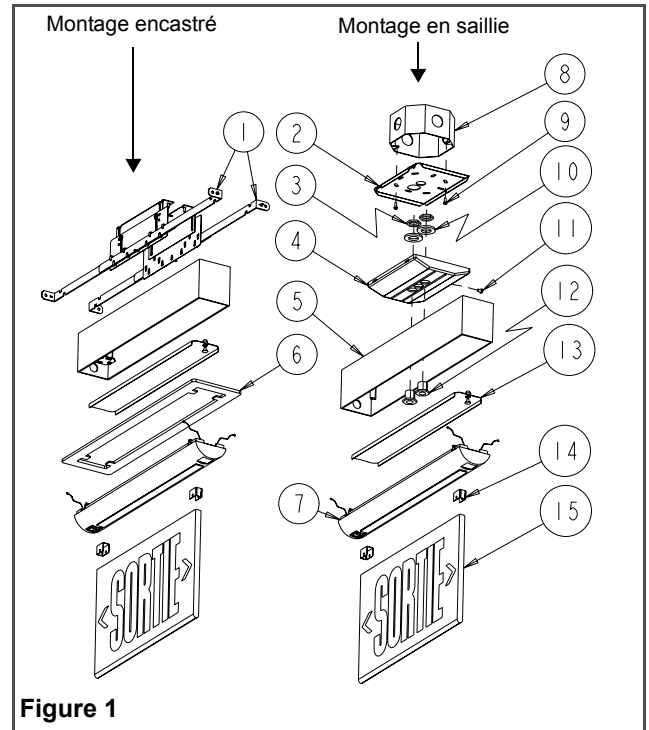

Figure 1
3. Si l'enseigne doit être encastrée, ajouter l'anneau de finition à l'ensemble de la plaque de finition (voir fig. 1).